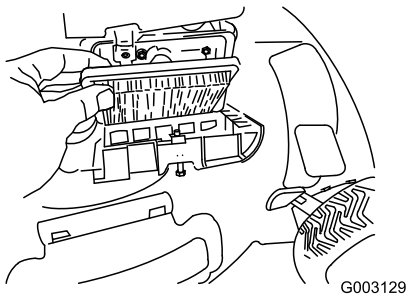

Bild 45
4. Setzen Sie die Abdeckung auf (Bild 45).